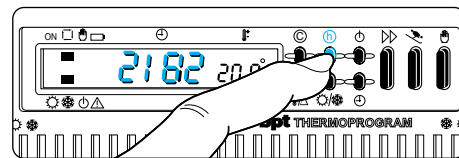
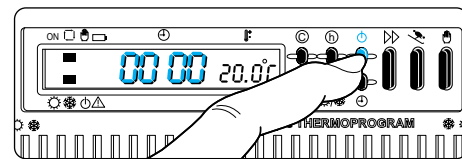

Fig. 30
Fig. 31
10.1 - Premere il pulsante  (fig. 30).
mere in successione (entro 5 secondi) il pulsante  ed il pulsante  (fig. 30 e fig. 31). Dopo l'azzeramento il contaore riparte automaticamente.